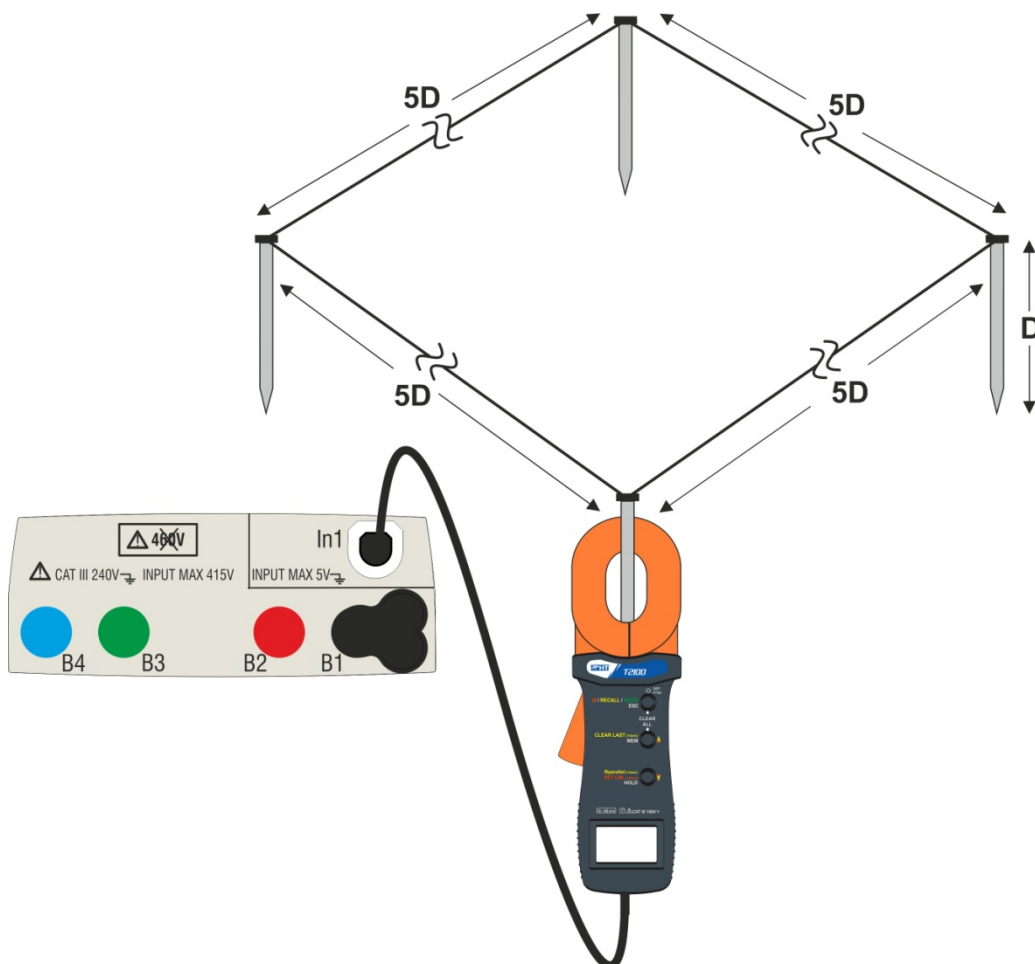

Abb. 28: Messung des Widerstandes der einzelnen Erder mit der Erdungsmesszange T2100
Die von der Stromzange T2100 ausgeführte Messung kann für die Einschätzung der Widerstände von einzelnen Erdern innerhalb einer Erdinstallation ohne Auftrennen benutzt werden, **in der Annahme, dass sie sich gegenseitig nicht beeinflussen** (siehe Abb. 28).
4. Schließen Sie die Stromzange an den ersten Erdspeiß der benutzten Erdinstallation, wie in der Abb. 28 angezeigt. Achten Sie auf den Widerstandswert im Feld **R** und drücken Sie das Symbol , um den Parameter **N** um eine Einheit zu erhöhen ($N=1$).
5. Trennen Sie die T2100 ab und schließen Sie sie an den zweiten Erdspeiß der benutzten Erdinstallation, wie in der Abb. 28 angezeigt. Achten Sie auf den Widerstandswert im Feld **R** und drücken Sie das Symbol , um den Parameter **N** um eine Einheit zu erhöhen ($N=2$). Führen Sie dasselbe Verfahren für jeden einzelnen Erder der benutzten Erdungsinstallation aus. Wenn die Messung abgeschlossen ist, drücken Sie die **GO/STOP** Taste am Gerät. Der folgende Bildschirm erscheint im Display: